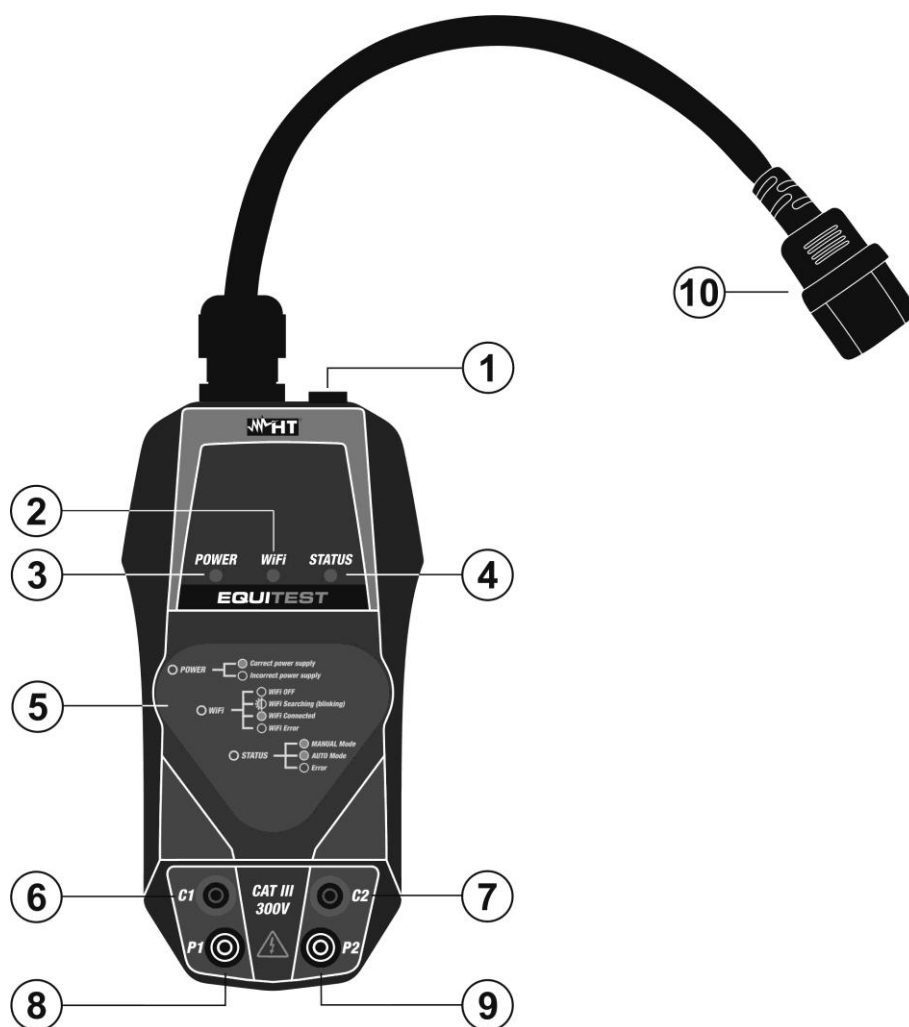
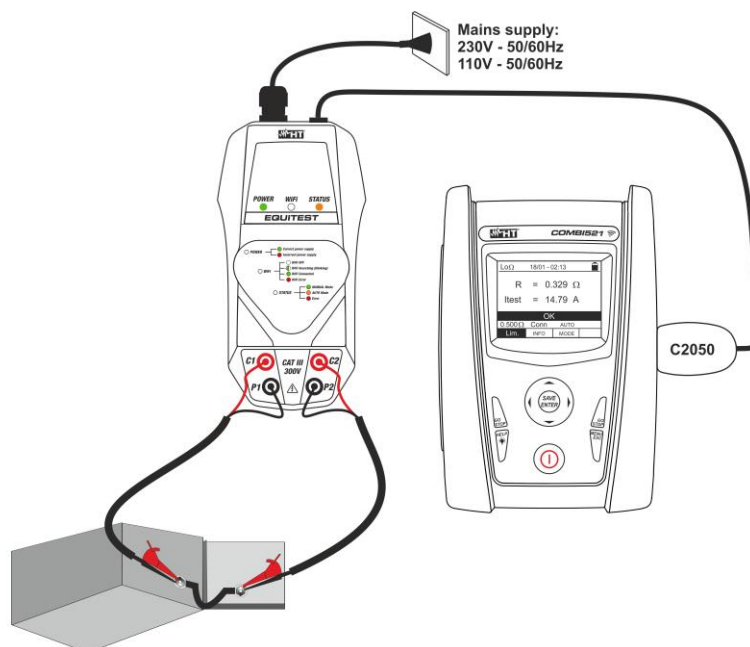

Fig. 1 Descrizione dello strumento
Fig. 3 Uso dello strumento con unità MASTER
1. Collegare Lo strumento all'alimentazione tramite il cavo di rete fornito in dotazione (vedere Fig.1 – parte 10). Il LED **POWER** è acceso in colore **verde fisso** a identificare la corretta tensione di alimentazione, il LED **STATUS** è acceso in colore **verde fisso** a identificare il funzionamento **in modo Manuale** (vedere manuale d'uso dello strumento MASTER), il LED **WiFi** è acceso in colore **verde lampeggiante** a identificare che lo strumento sta cercando di eseguire (se disponibile) un collegamento WiFi con un dispositivo mobile esterno tramite APP **HT Equitest** (vedere § 5.2) e non ha alcuna funzionalità nel collegamento con lo strumento MASTER
2. Collegare Lo strumento allo strumento MASTER (vedere Fig.3) tramite il cavo **C2050** fornito in dotazione (vedere Fig.1– parte 1)
4. Collegare i due cavi neri del set di cavi **C7000** alle bocche di ingresso **P1** e **P2** e i due cavi rossi alle bocche di ingresso **C1** e **C2** (vedere Fig.3)
5. Collegare i terminali a coccodrillo del set di cavi **C7000** alle estremità dell'oggetto in prova (vedere Fig.3)
7. Con selezione del **modo Automatico** sullo strumento MASTER (misura attivata senza uso del tasto **GO/STOP**) verificare che il LED **STATUS** sia acceso in colore **arancio fisso** e collegare i terminali a coccodrillo alle estremità dell'oggetto in prova (vedere Fig. 3) per attivare automaticamente il test
- Collegare lo strumento all'alimentazione tramite il cavo di rete fornito in dotazione (vedere Fig.1 – parte 10). Il LED **POWER** è acceso in colore **verde fisso** a identificare la corretta tensione di alimentazione, il LED **STATUS** è acceso in colore **verde fisso** a identificare il funzionamento in modo Manuale